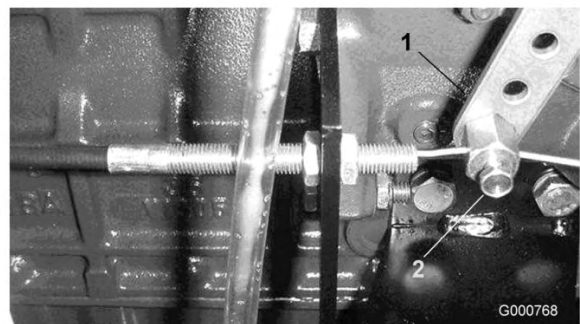

Figure 57
2. Desserrez la fixation du câble d'accélérateur sur le bras du levier de la pompe d'injection (Figure 57).